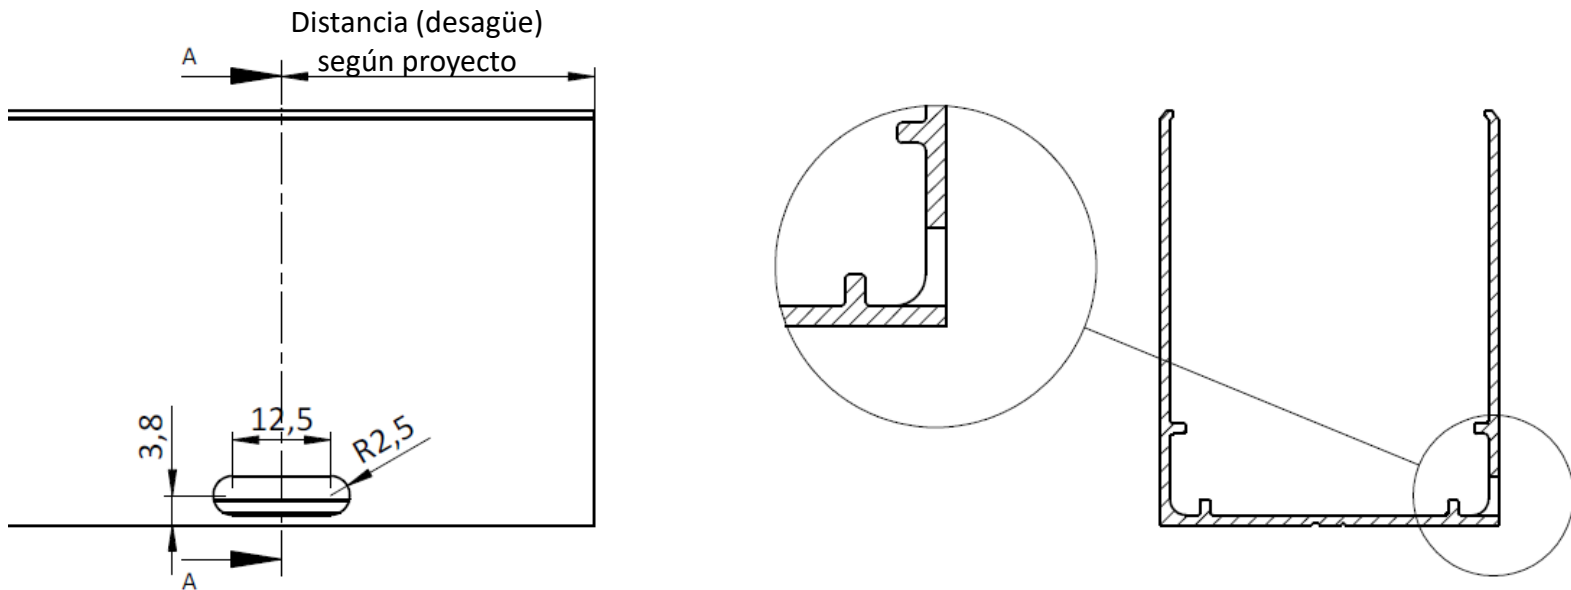

Figura 11
- Mecanizar con fresa de **5mm**, a ras de la cara inferior, atravesando el nervio para facilitar la evacuación del agua (figura 11), a la distancia indicada como "**desagüe**".